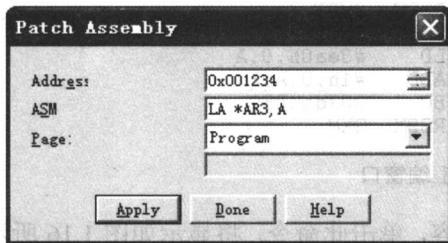

图 1.11 修改可执行代码对话框
- Memory→Patch Asm，能在不修改源代码文件的情况下，修改 DSP 可执行代码 COFF 文件的内容，单击此命令，将出现如图 1.11 所示的对话框。